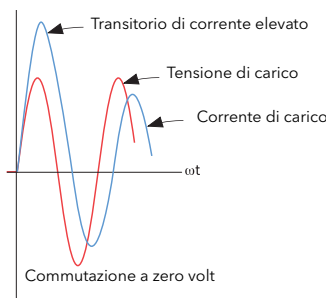

Figura 97 Definizione di Attivazione ritardata
- Delayed Trigger (Attivazione ritardata)** Viene visualizzato solamente se Modalità = Treno di impulsi, Avvio graduale = Off e Tipo di carico = Trasformatore. Attivazione ritardata specifica il ritardo dell'attivazione, in angolo di fase, durante l'alimentazione di potenza a un carico di trasformatore. Utilizzato per ridurre al minimo la corrente di punta. Il valore è configurabile tra 0 e 90 gradi compresi (Figura 97).